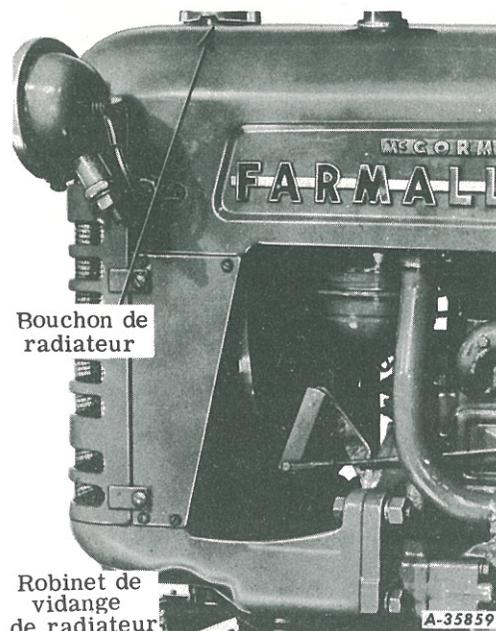

Figure 29 - Système de refroidissement
1. Retirez le bouchon de vidange situé à la partie inférieure gauche du radiateur. Voyez figure 29.
La capacité du système de refroidissement est d'environ 9 litres. Assurez-vous que le bouchon de vidange du radiateur (figure 29) est bien fermé; puis remplissez le radiateur jusqu'à un niveau légèrement inférieur au bas du goulot de remplissage, ce qui permet la dilatation du liquide de refroidissement dans des conditions normales d'utilisation. Utilisez de l'eau propre; nous vous recommandons l'emploi d'eau douce car elle ne contient pas de substances alcalines qui forment du tartre risquant de boucher les passages d'eau.
Vidangez le système de refroidissement en ouvrant le robinet situé à la partie inférieure gauche du radiateur (figure 29).